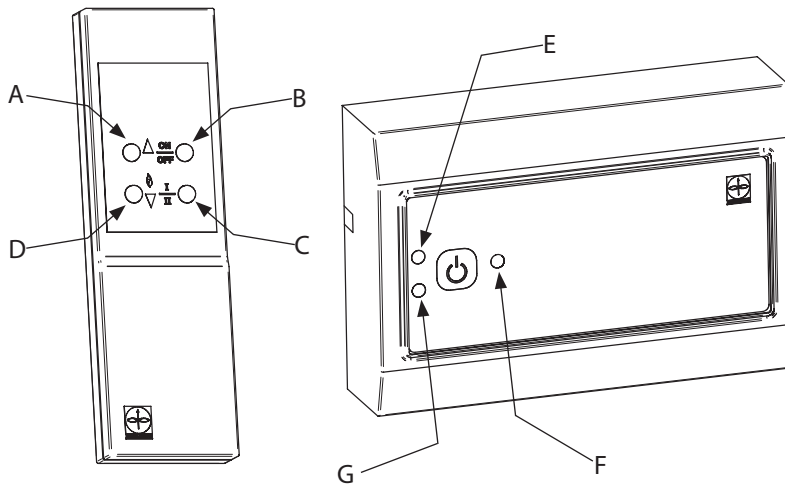

Fig.12
- Pres samtidig ON/OFF-knappen (fig. 12-B) og Brænder-knappen (fig. 12-D) i mindst et sekund for at tænde.
- Funktions-dioden (fig. 12-E) vil blinke GRØNT indtil korrekt aftræk bekræftes, hvis dioden blinker GULT skal spjældet åbnes, og ildstedet vil tændes.
- Hvis der er mulighed for ændring af flammebilledet, kan dette ske på høj/lav knappen (fig. 12-C), funktionsdioden vil blikke en gang for lav og to gange for høj.
- Hastigheden på røgsugeren kan justeres ved at aktivere hastighedsknappen (fig. 12-A og 12-D) imens vil funktionsdioden blinke. Hastigheden kan ikke reguleres under sikkerhedsniveauet.
- For at slukke påvirkes ON/OFF-knappen igen (fig. 12-B).
- Ventilationsfunktionen kan kun aktiveres ved at trykke 5 sekunder på ON/OFF-knappen (fig. 12-B) på fjernbetjeningen. Funktionsdioden lyser konstant GULT når funktionen er aktiv.
- Tryk på ON/OFF-knappen (fig.12-F).
- Funktions-dioden (fig. 12-E) vil blinke GRØNT indtil korrekt aftræk bekræftes, hvis dioden blinker GULT skal spjældet åbnes. Derefter skifter funktions-dioden til konstant GRØN og ildstedet kan tændes.
Funktions-diode (Fig. 12-E)
Alarm diode (Fig. 12-G)
Hvis alarm-dioden (fig. 12-G) tænder under drift, så tryk på ON/OFF-knappen to gange for at stoppe røgsugeren og genstarte styringen. Hvis alarm-dioden stadig lyser efter nulstilling, se venligst afsnittet "Fejlfinding" for hjælp.
Tryk på ON/OFF-knappen (fig. 12-F) i minimum 4 sekunder vil forøge røgsugerens hastighed under drift. Den forøgede hastighed vil blive annulleret, når styringen slukkes.